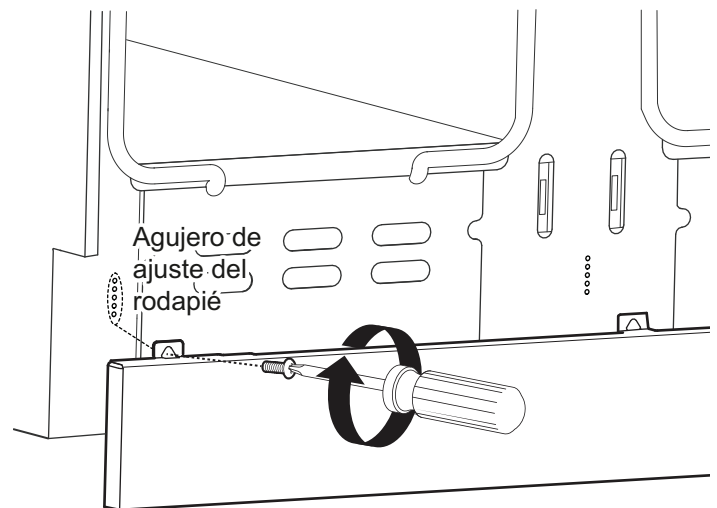

Figura 31: Ajuste del rodapié
3. Coloque el rodapié en una de las cinco posiciones de los agujeros para los tornillos, como se ve en la *Figura 31*. Reinstale los tornillos Torx.